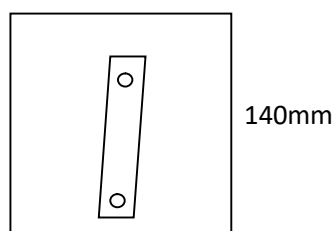

Figura 4 – Modelo de membro.
- Um quadrado de 140mm de lado deve ser capaz de circunscrever qualquer membro da estrutura. Cada membro pode ter, no máximo, dois pontos de conexão (Figura 4).